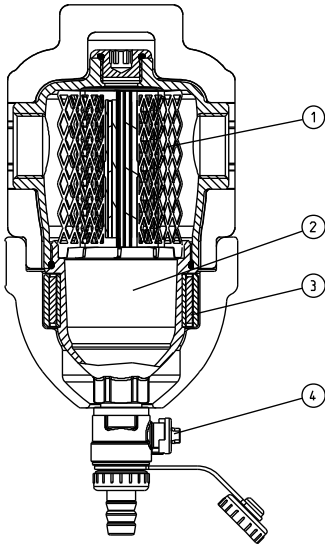

Fig. 2: localizzazione pezzi
di tubazioni e, di conseguenza, la diminuzione del rendimento termico dell'impianto. Il defangatore separa efficacemente anche le più piccole particelle (principalmente particelle di sabbia e di ruggine) con una perdita di pressione molto bassa. L'elemento interno (vedere la fig. 2, pos. 1) è formato da diverse reti disposte radialmente.
Le impurità presenti nell'acqua vengono captate da queste reti e precipitano nella parte inferiore dell'apparecchio (vedere la fig. 2, pos. 2).
L'anello magnetico (vedere la fig. 2, pos. 3) migliora il grado di separazione di impurità ferrose. L'anello magnetico può essere inoltre tolto dall'apparecchio per scaricare le impurità separate e sedimentate aprendo semplicemente il rubinetto a sfera (vedere la fig. 2, pos. 4), anche ad impianto in funzione.